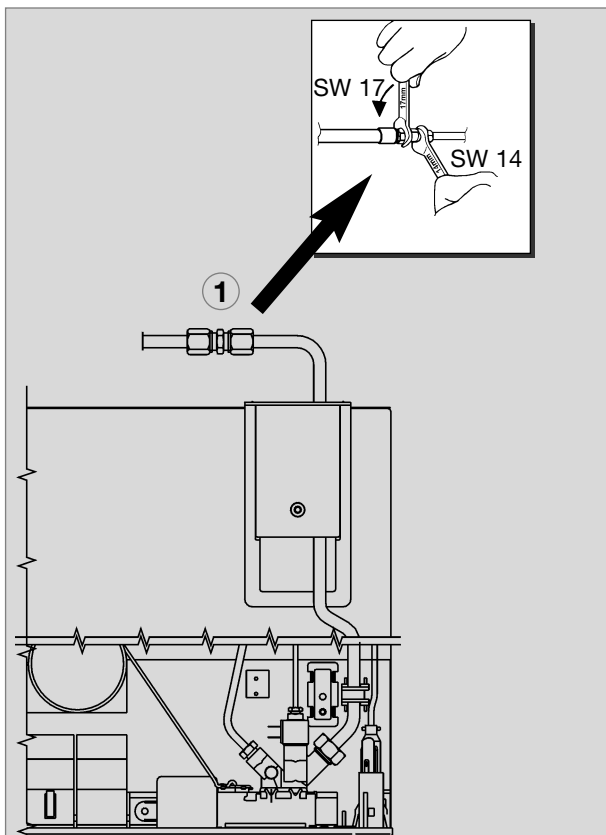

Fig. 37
- Le raccordement à l'appareil s'effectue à l'aide d'un raccord à bague coupante (raccord Erméto) conforme à la norme L8, DIN 2353-ST selon la EN 1949 (Fig. 37,38).